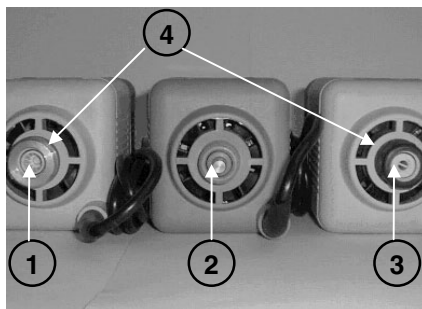

Fig. 3
El motor ha quedado ahora en condiciones de funcionar; se recuerda que, según el tipo de motor, se encuentran disponibles diversas conexiones para ejes flexibles; éstas pueden ser (véase Fig. 3):
- 1) desenroscar la virola presente en el fondo del cuerpo motor (4 de Fig. 3) y colocarla en el flexible;